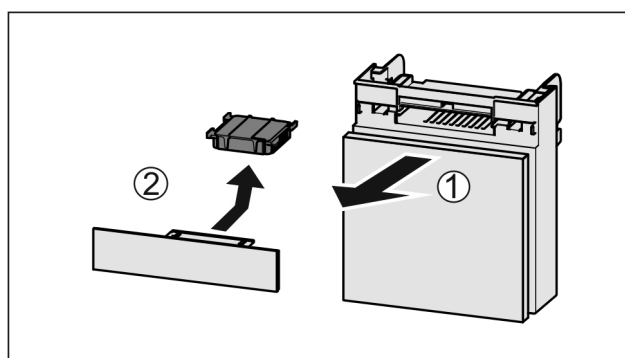

Fig. 75
- Издърпайте Fig. 75 (1) напред отделениято.
- Извадете Fig. 75 (2) филтъра с активен въглен.